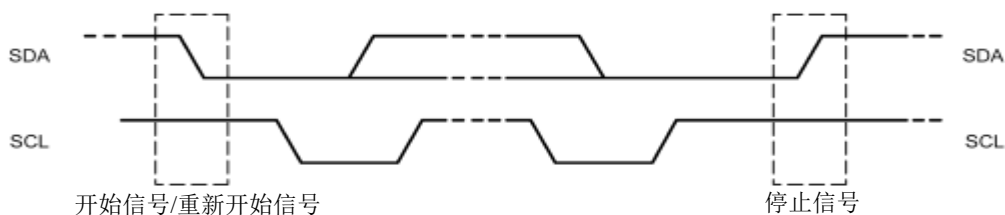

Figure 16-4 开始、重新开始、停止信号
**开始信号 (START):** 如 Figure 16-4 所示，当 SCL 为高电平时，SDA 由高电平向低电平跳变，产生开始信号。当总线空闲的时候，例如，没有主动设备在使用总线 (SDA 和 SCL 都处于高电平)，主机通过发送开始 (START) 信号建立通信。
**停止信号 (STOP):** 如 Figure16-4 所示，当 SCL 为高电平时，SDA 由低电平向高电平跳变，产生停止信号。主机通过发送停止信号，结束数据通信。